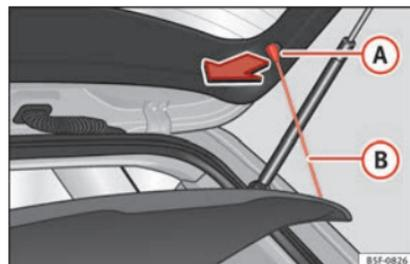

Fig. 160 En el maletero: desmontar y montar la bandeja.
- Desenganche los tirantes de sujeción »» fig. 160 B de los alojamientos A.
- Enganche los tirantes de sujeción »» fig. 160 B en el portón trasero »» A.